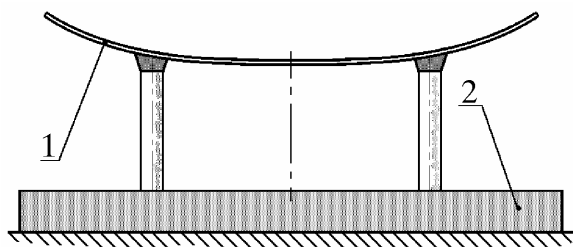

Рис. 12. Установка стекла на подставку:
**6.10. Уложить стекло 1 (рис.12) на ложементы подставки 2 выпуклой стороной вниз**